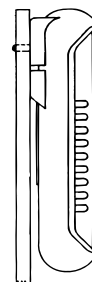

Рис. 6.7
4. Фиксировать прибор во время работы (рис. 6.7 – на вертикальный провод или трубку подходящего диаметра).